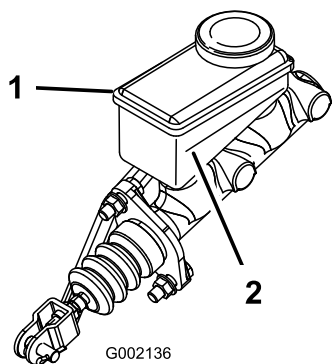

Рисунок 54
3. Проверьте уровень жидкости в боковой части бачка (Рисунок 54).
- B. Доливайте тормозную жидкость DOT 3 в бачок, пока ее уровень не будет выше отметки «Минимум» (Рисунок 54).